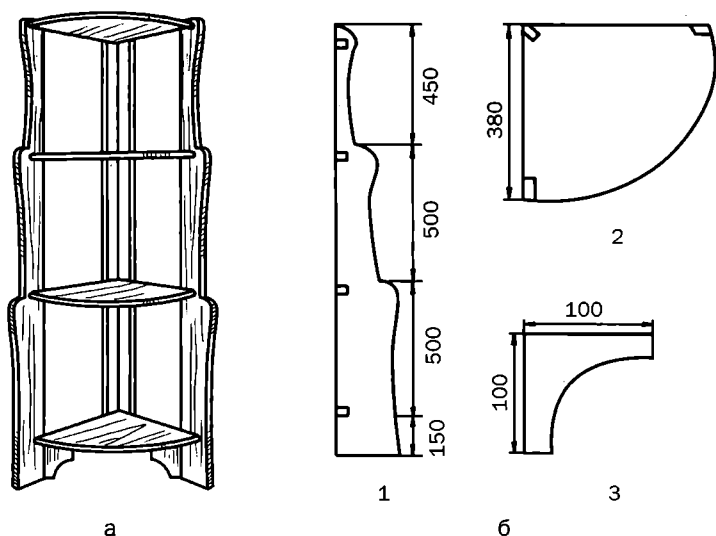

Рис. 107. Угловой стеллаж (размеры указаны в миллиметрах):
I. Многие хозяйки любят, чтобы на кухне были цветы. Именно для этого предназначен угловой стеллаж (рис. 107), хотя ему найдется место и на мансарде, лоджии и т. п.